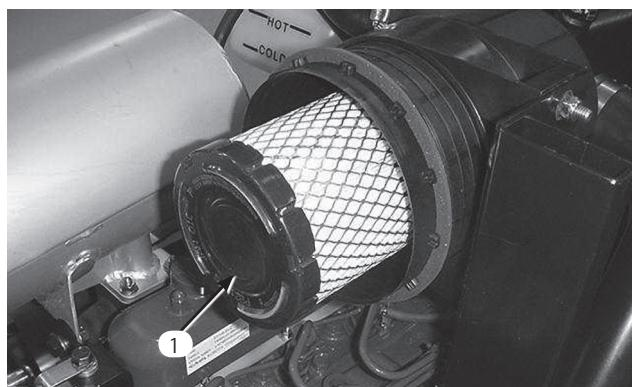

図45
- 1次フィルタを取り外して交換する（図45）。エレメントを洗って再使用しないこと。洗浄によってフィルタの濾紙を破損させる恐れがある。新しいフィルタに傷がついていないかを点検する。特にフィルタとボディーの密着部に注意する。破損しているフィルタは使用しない。フィルタをボディ内部にしっかりと取り付ける。エレメントの外側のリムをしっかりと押さえて確実にボディに密着させる。フィルタの真ん中の柔らかい部分を持たないこと。